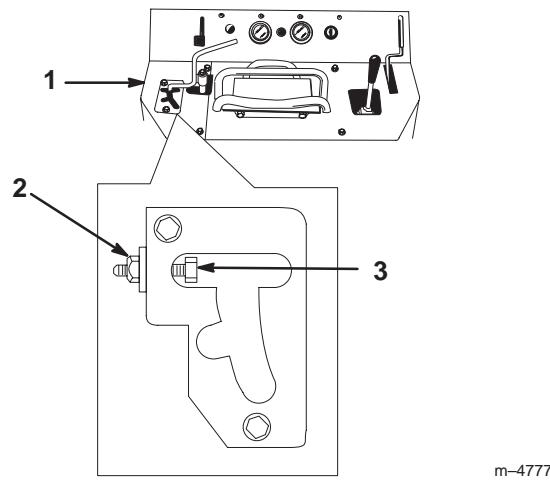

Bild 28
2. Entfernen Sie die drei Schrauben, mit denen die linke Abdeckung des Armaturenbretts befestigt ist und entfernen Sie die Abdeckung (Bild 28).
- Lockern Sie die Klemmmutter an der Einstellschraube (Bild 28).